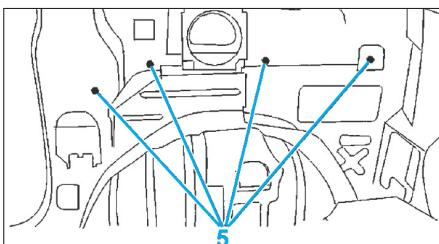

Fig. 46
- Déposer les fixations intérieures (5) du rail (Fig.46).